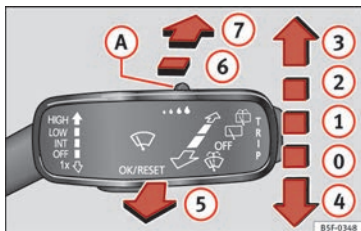

Fig. 33 Manejo del limpiaparabrisas y limpiapuneta.
- 1 Barrido a intervalos para el limpiaparabrisas. Con el mando » fig. 33 A ajuste los niveles de intervalo (en vehículos sin sensor de lluvia), o bien la sensibilidad del sensor de lluvia.